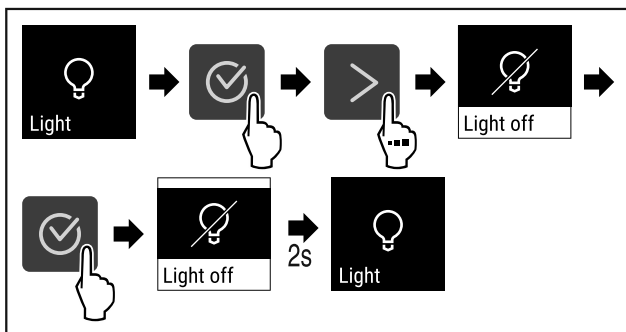

Fig. 68
- ▶ Følg anvisningene (se Fig. 68) .